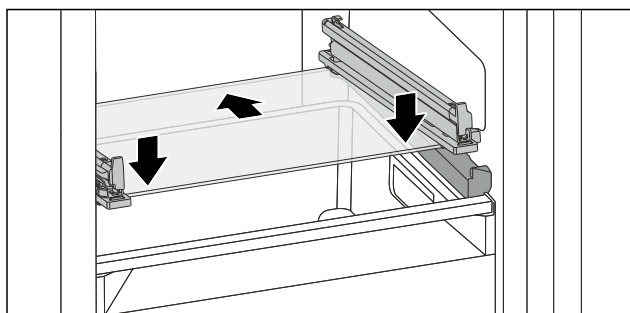

Fig. 134 Ripiano in vetro del cassetto ribaltabile
- ▶ Applicare il ripiano in vetro obliquamente dietro i fermi. (vedere Fig. 134)